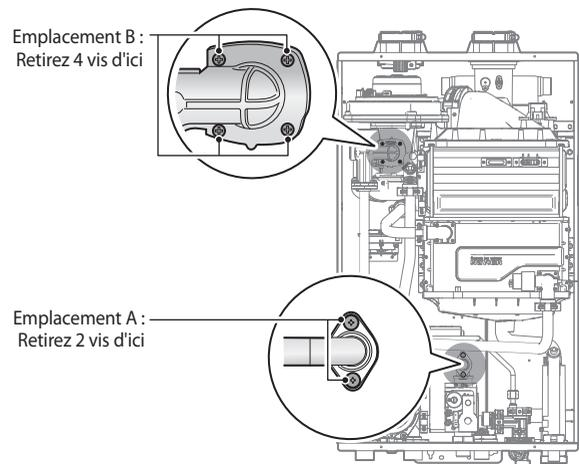

Figure 3. Retrait de la soupape à gaz du tuyau d'entrée de gaz et du ventilateur
9. Utilisez un tournevis Phillips pour retirer les deux vis de l'emplacement A - le raccordement situé sous la soupape à gaz et relié au tuyau. Reportez-vous à la figure 3 à des fins de référence. Une fois les vis retirées, séparez délicatement le tuyau de la soupape à gaz.